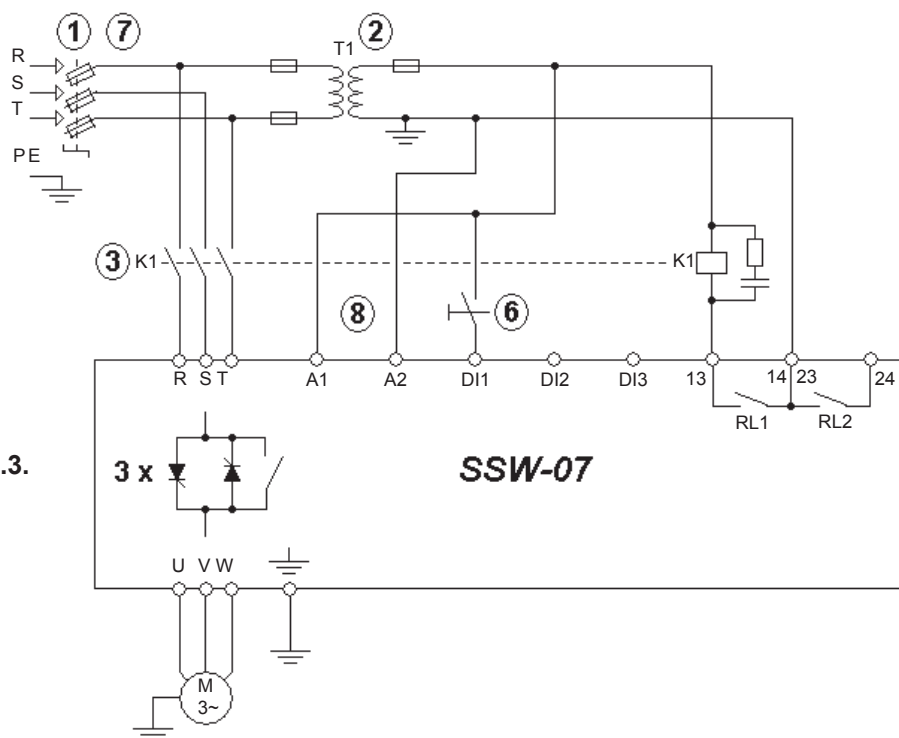

Figura 3.10 - Accionamiento propuesto con comando por entradas digitales a dos cables y contactor de aislamiento de la potencia
- 3.2.4.3 Contactores Recomendados Cuando el SSW-07 fuera utilizado en aplicaciones que necesitan del uso de un contactor de aislamiento, de acuerdo con la a figura 3.10(K1), se recomienda el uso de contactores WEG.